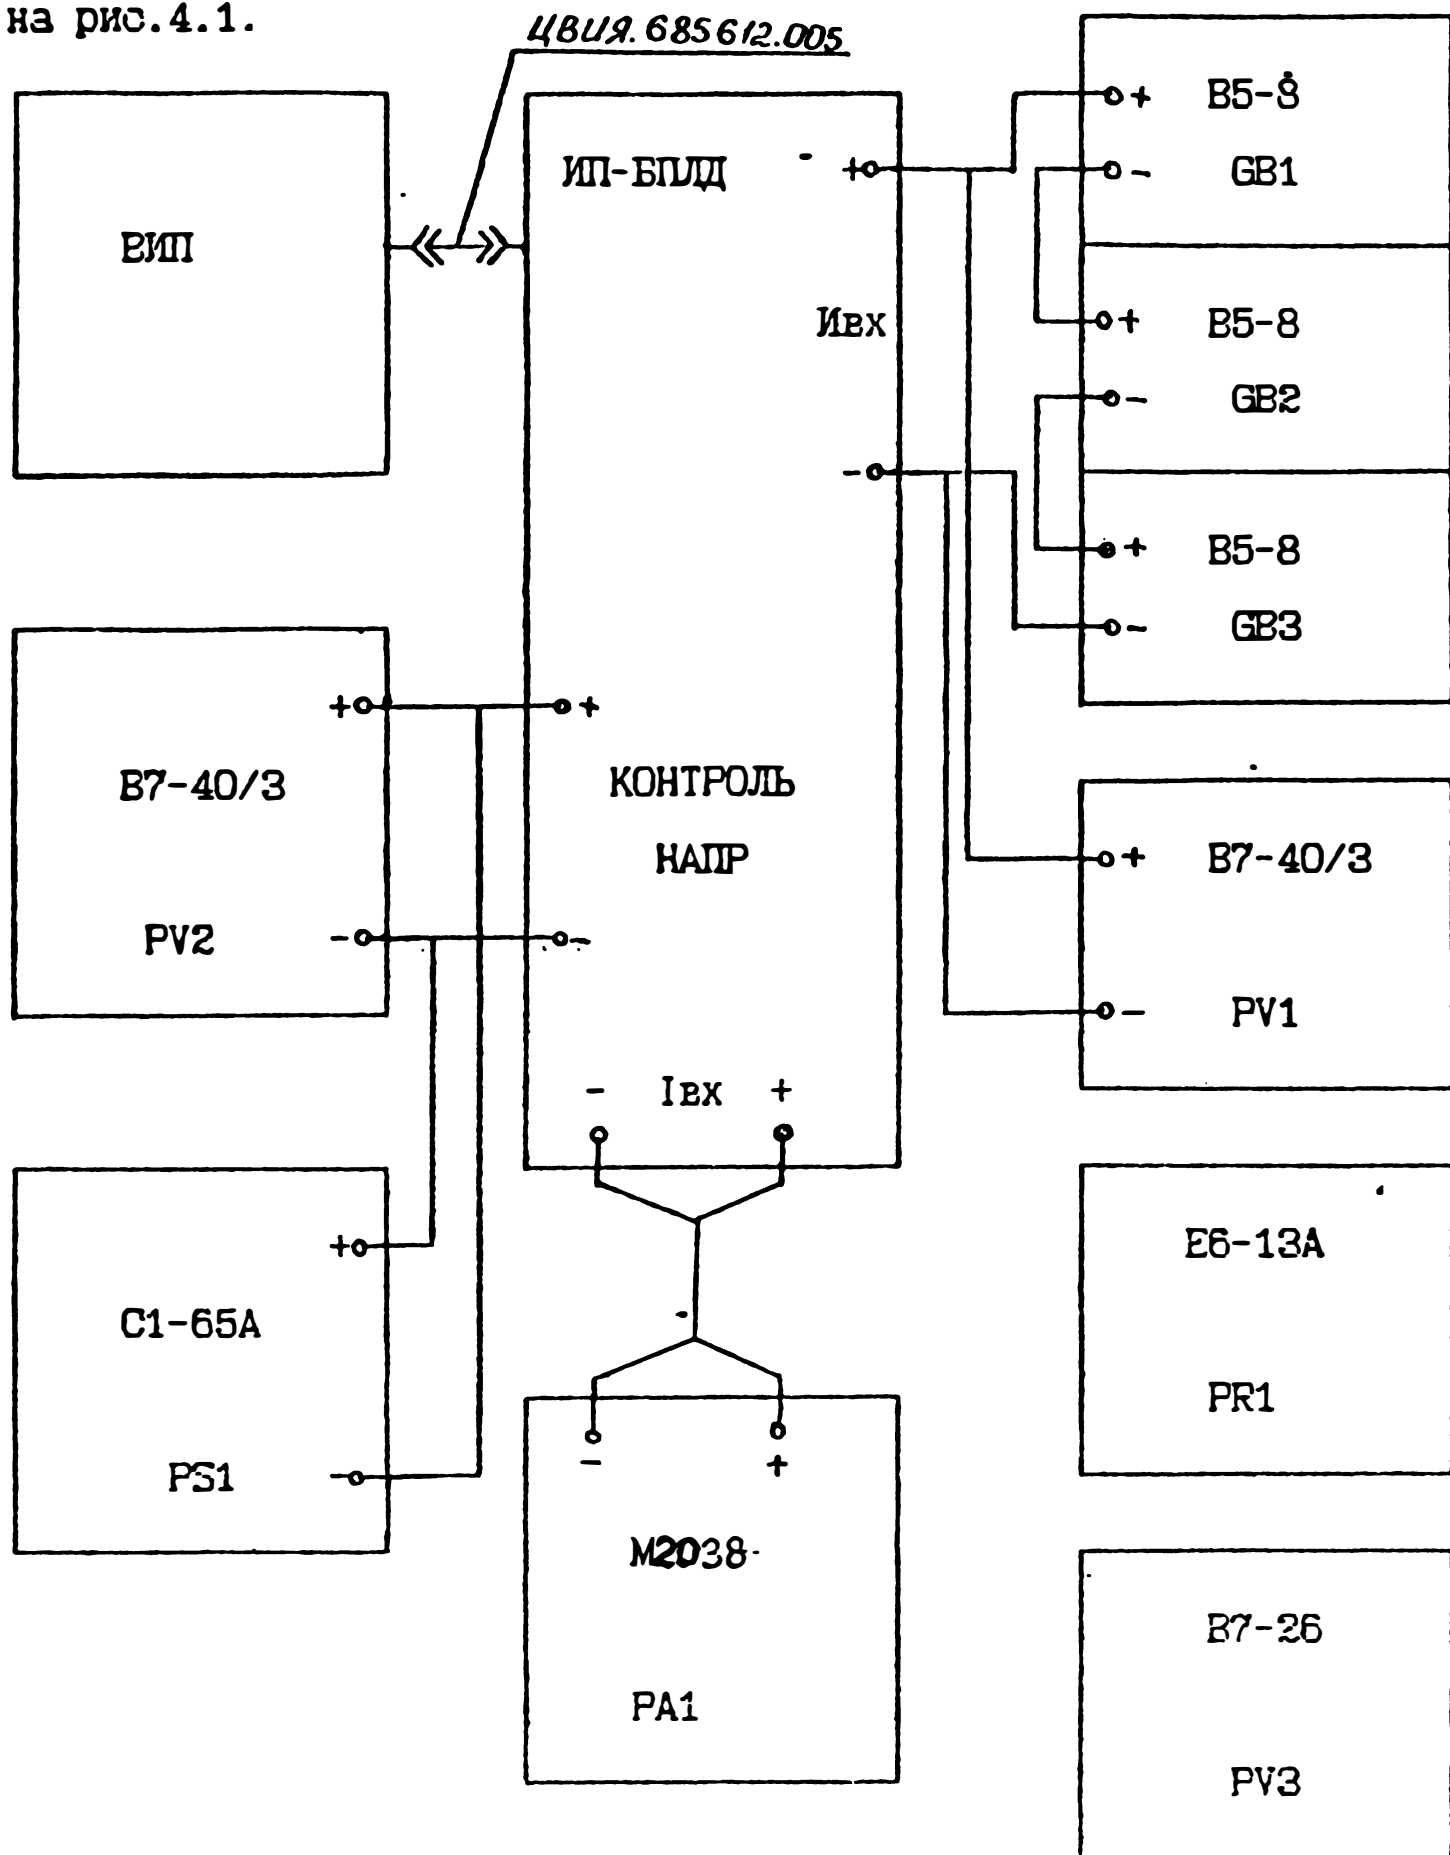

Рис. 4.1
4.1.1. Соберите рабочее место согласно схеме, приведенной на рис. 4.1.